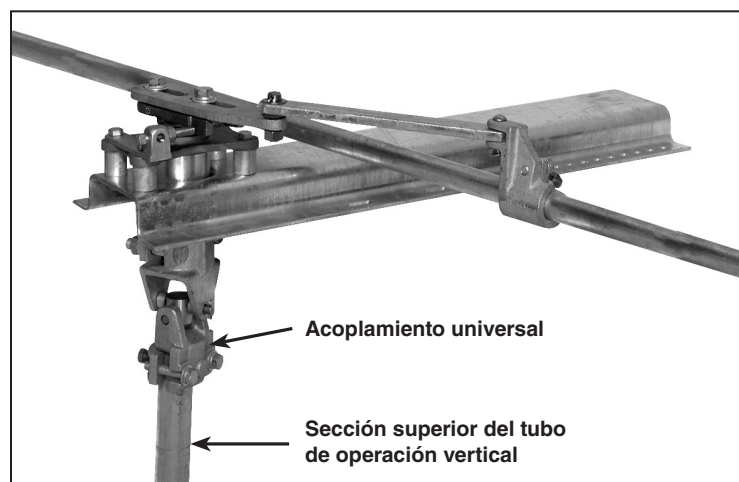

Figura 18. Instalación de la sección superior del tubo de operación vertical.
**PASO 13.** Inserte la sección superior del tubo de operación vertical en el acoplamiento universal que se instaló en la parte inferior de uno de los polos del interruptor o en el conjunto de la chumacera externa en el Paso 4 o en el Paso 5 en la página 10. Vea la Figura 18. Asegúrese de que la punta cortante del tornillo perforante de sujeción no sobresalga del cuerpo de la abrazadera del acoplamiento de tubo.